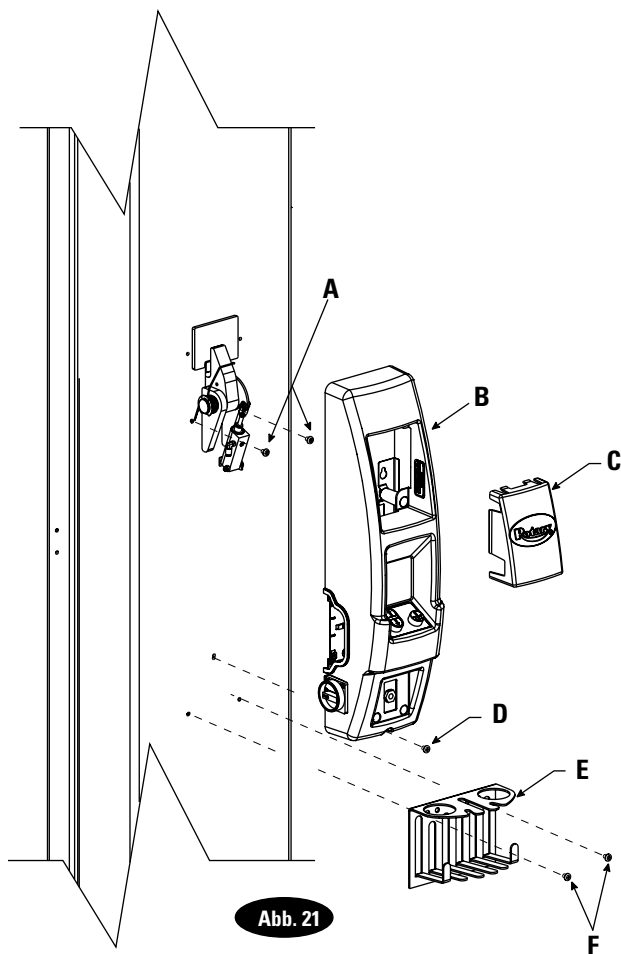

Abb. 21 Detail
Die Zugangsverkleidung von dem Nebenbedienfeld abnehmen, Abb. 21. (2) 5/16"-18NC x 3/8" PHMS in den Bohrungen auf jeder Seite der Sperrklinke einsetzen und dabei ca. 3 mm herausragen lassen, um das Bedienfeld zu halten. Das Nebenbedienfeld an den 5/16"-18NC x 3/8"-PHMS-Schrauben über die Sperrklinke an die Säule hängen und das Kabel des Magneten der Sperrklinke durch das Bedienfeld ziehen, Abb. 33. (1)